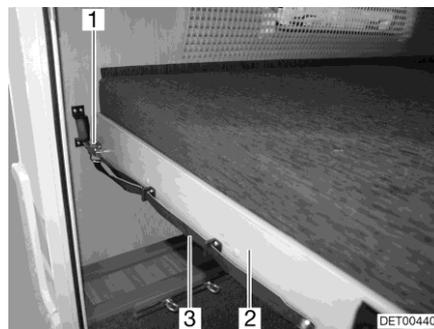

Fig. 74 Litera (parte trasera)
- Tirar del lazo (Fig. 74,3) y soltar el pestillo (Fig. 74,1).
- Tirar el somier (Fig. 74,2) junto con el colchón hacia delante hasta que engatille.